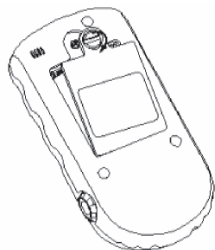

Figura 2-1
1) Abrir el panel trasero con una moneda o con un destornillador plano, como se muestra en la figura 2-1.